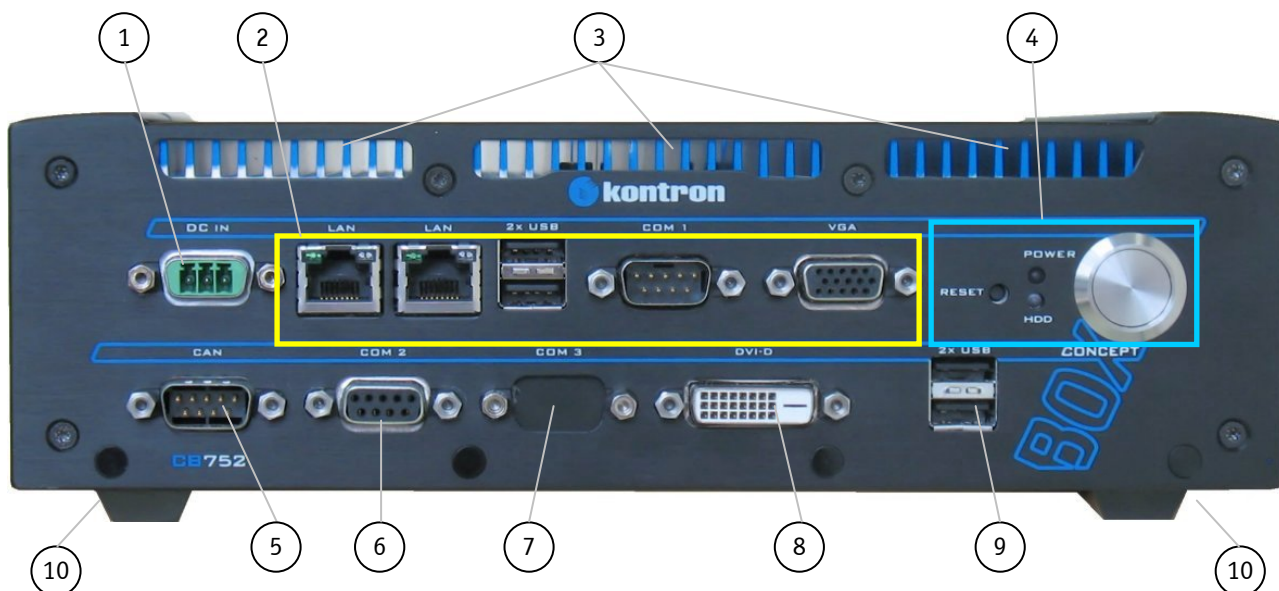
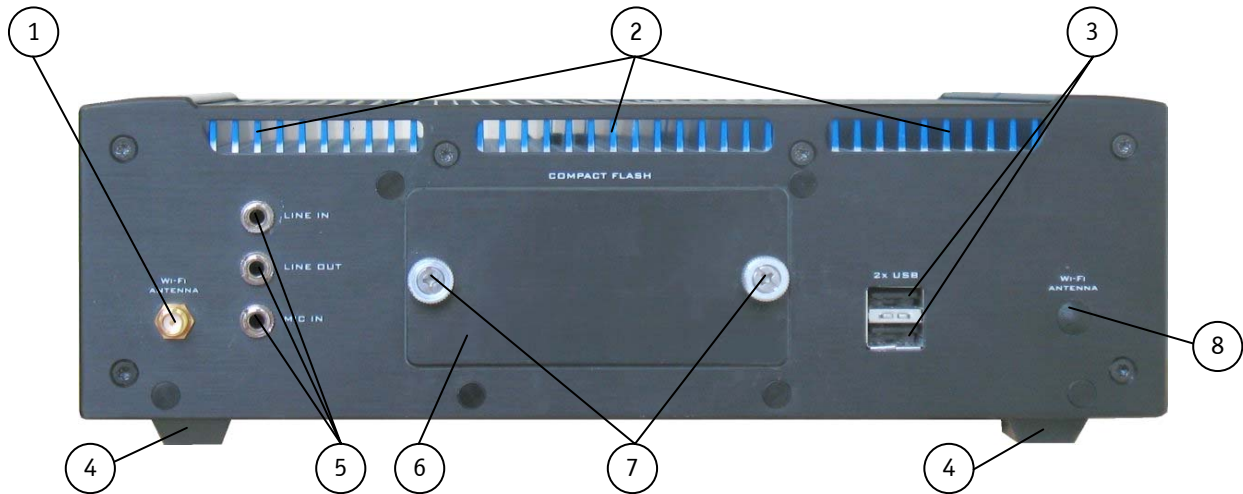

Abb. 9: CB 752 - Frontansicht
Abb. 12: CB 752 Rückseite mit einem (von zwei möglichen) WiFi Antennen-Anschluss
Beim Einschalten der CB 752-Plattform achten Sie darauf, dass die Lüftungsöffnungen an der Frontseite (Abb. 9, Pos. 3) und Rückseite (Abb. 12, Pos. 2) und die Kühlrippen des Chassis nicht durch Gegenstände blockiert (abgedeckt) sind. Um ausreichende Wärmeableitung für die Abkühlung des Geräts sicherzustellen, decken Sie die Kühlrippen der CB 752 nicht ab. Stellen Sie keine Gegenstände auf das Gerät. Beachten Sie bei der Aufstellung der Plattform auf die empfohlenen Abstandsangaben im Kapitel 11.2 „Mechanische Angaben“.
Über diesen 3-poligen Stecker (Abb. 9, Pos. 1) erfolgt der Anschluss der CB 752-Plattform an den entsprechenden Versorgungsstromkreis. Bitte beachten Sie Kapitel 8.1 „An DC- oder AC-Versorgungsstromkreis anschließen“
Diese Schnittstelle (Abb. 9, Pos. 8) ist die externe DVI-D-Schnittstelle des internen LVDS zu DVI-D-Konverters. Die DVI-D-Schnittstelle unterstützt nur digitale Datenübertragung mit Auflösungen bis zu SXGA: 1280 x 1024. Als Anschlusskabel kann nur ein DVI-D-Kabel verwendet werden (nicht im Lieferumfang).
Diese serielle Schnittstelle (Abb. 9, Pos. 6) kann kundenspezifisch zu RS422 oder RS485 konfiguriert werden.
Wenn Sie eine zusätzliche serielle Schnittstelle benötigen kann eine RS232 Schnittstelle an der mit COM3 gekennzeichneten Stelle (Abb. 9, Pos. 7) ausgeführt werden. In diesem Fall ist die obere USB-Schnittstelle an der Rückseite (Abb. 12, Pos. 3) nicht funktionsfähig (siehe Kapitel 6.2.2 „USB-Anschlüsse“).
Bitte beachten Sie, dass bei einer Systemerweiterung mit der optionalen seriellen Schnittstelle COM3 (Abb. 9, Pos. 7), nur die untere USB-Schnittstelle (Abb. 12, Pos. 3) an der Rückseite der CB 752-Plattform funktionsfähig ist.
Die CB 752-Systeme mit eingebauter seriellen Schnittstelle COM3 (Abb. 9, Pos. 7) werden mit der oberen nicht funktionsfähigen USB-Schnittstelle (Abb. 12, Pos. 3) abgedeckt geliefert. Bitte diese Schnittstellenabdeckung nicht entfernen.
Diese Schnittstelle (Abb. 9, Pos. 5) muss werkseitig auf Kundenanforderung konfiguriert werden. Das eingesetzte LPC zu CAN-Bus-Modul bietet eine galvanische Trennung von 500VDC.
An diese Jack-Buchsen (3,5 mm) (Abb. 12, Pos. 5) kann ein Lautsprecher/Kopfhörer (Line-Out), ein Aufnahme-/Abspielgerät (Line -In) und ein Mikrophon (Mic-In) angeschlossen werden.
Die CB 752-Plattform verfügt über zwei USB 2.0-Anschlüsse an der Rückseite (Abb. 12, Pos. 3). An diese USB-Anschlüsse können USB-Peripheriegeräte angeschlossen werden.
Bitte beachten Sie, dass bei einer Systemerweiterung mit der optionalen seriellen Schnittstelle COM3 (Abb. 9, Pos. 7), nur die untere USB-Schnittstelle (Abb. 12, Pos. 3) an der Rückseite der CB 752 funktionsfähig ist (siehe auch Kapitel 6.1.4.3 „Optionale serielle Schnittstelle COM3 (RS232) via USB“). Die CB 752-Systeme mit eingebauter serieller Schnittstelle COM3 (Abb. 9, Pos. 7) werden mit der oberen nicht funktionsfähigen USB-Schnittstelle (Abb. 12, Pos. 3) abgedeckt geliefert (siehe Abb. 13). Bitte diese Schnittstellenabdeckung nicht entfernen.
Abhängig von der bestellten Systemkonfiguration kann die CB 752-Plattform optional mit einer WiFi-Erweiterung (für bis zu zwei Antennen) vorgesehen sein. Wenn Sie die Systemkonfiguration mit WLAN bestellt haben, befindet sich an Rückseite eine Reverse (RP) SMA-Buchse (Abb. 12, Pos. 1) die zum Anschrauben einer Antenne dient.
Eine Antenne (Abb. 14) (nicht im Lieferumfang) wird beim Aufbau der CB 752-Plattform an die RP SMA-Buchse (Abb. 12, Pos. 1) angeschraubt. Die Antenne ist abknickbar und kann leicht in die entsprechende Position gebracht werden, um die optimale Sende- und Empfangsqualität zu erhalten.
Für den Zugriff auf den CF-Steckplatz oder auf die CF-Karte und auf die Lithium-Batterie, müssen Sie die zwei Rändelschrauben (Abb. 12, Pos. 7) lösen und den Zugriffdeckel (Abb. 12, Pos. 6) entfernen.
Der CF-Steckplatz-Zugriffdeckel muss während des Betriebs mit den Rändelschrauben (Abb. 12, Pos. 7) geschlossen (verschraubt) sein.
Standardmäßig kann in der CB 752-Plattform eine interne 2,5" SATA-/SSD-Festplatte (nicht zugänglich) und/oder eine CompactFlash™-Karte (IDE) (zugänglich) installiert sein. Die CompactFlash™-Karte ist von der Rückseite über den abnehmbaren Deckel ist (siehe Abb. 12, Pos. 6) zugänglich.
2. Lösen Sie die Rändelschrauben (Abb. 12, Pos. 7) mit welchen der CF-Steckplatz-Zugriffdeckel (Abb. 12, Pos. 6) am Gehäuse befestigt ist.
2. Lösen Sie die Rändelschrauben (Abb. 12, Pos. 7) welche den CF-Steckplatz-Zugriffdeckel (Abb. 12, Pos. 6) am Gehäuse befestigen.